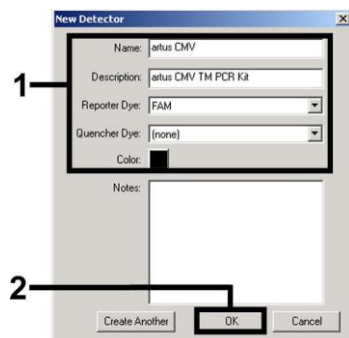
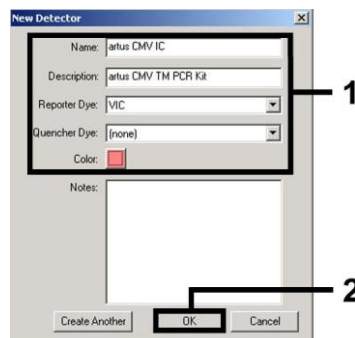
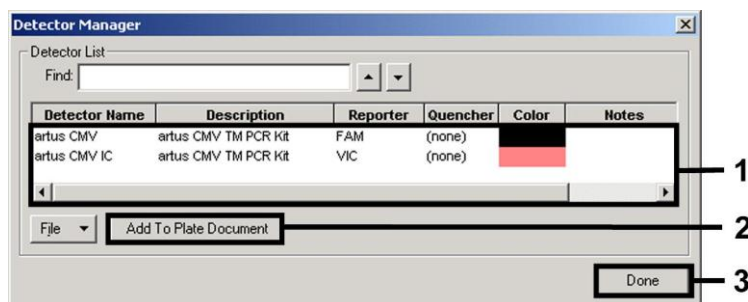

Fig. 4: Skapa den CMV-specifika detektorn (*Detector Manager*).
Fig. 5: Skapa den IC-specifika detektorn (*Detector Manager*).
Fig. 6: Val av detektorer (*Detector Manager*).
För detektionen av CMV-DNA ska du definiera rapportör/utsläckar-kombinationen **FAM/none (FAM/ingen)** i det nya fönstret. För detektionen av den *interna kontrollen* väljer du kombinationen **VIC/none (VIC/ingen)** (så som visas i Fig. 4 och Fig. 5). Genom att bekräfta uppgifterna (OK) kommer du tillbaka till *Detector Manager*. Markera de nyskapade detektorerna och överför respektive val till *Well Inspector* (Brunnsinspektör) genom att klicka på alternativet *Add to Plate Document* (Lägg till i plattdokument) (se Fig. 6). Stäng fönstret (*Done* (Klar)).